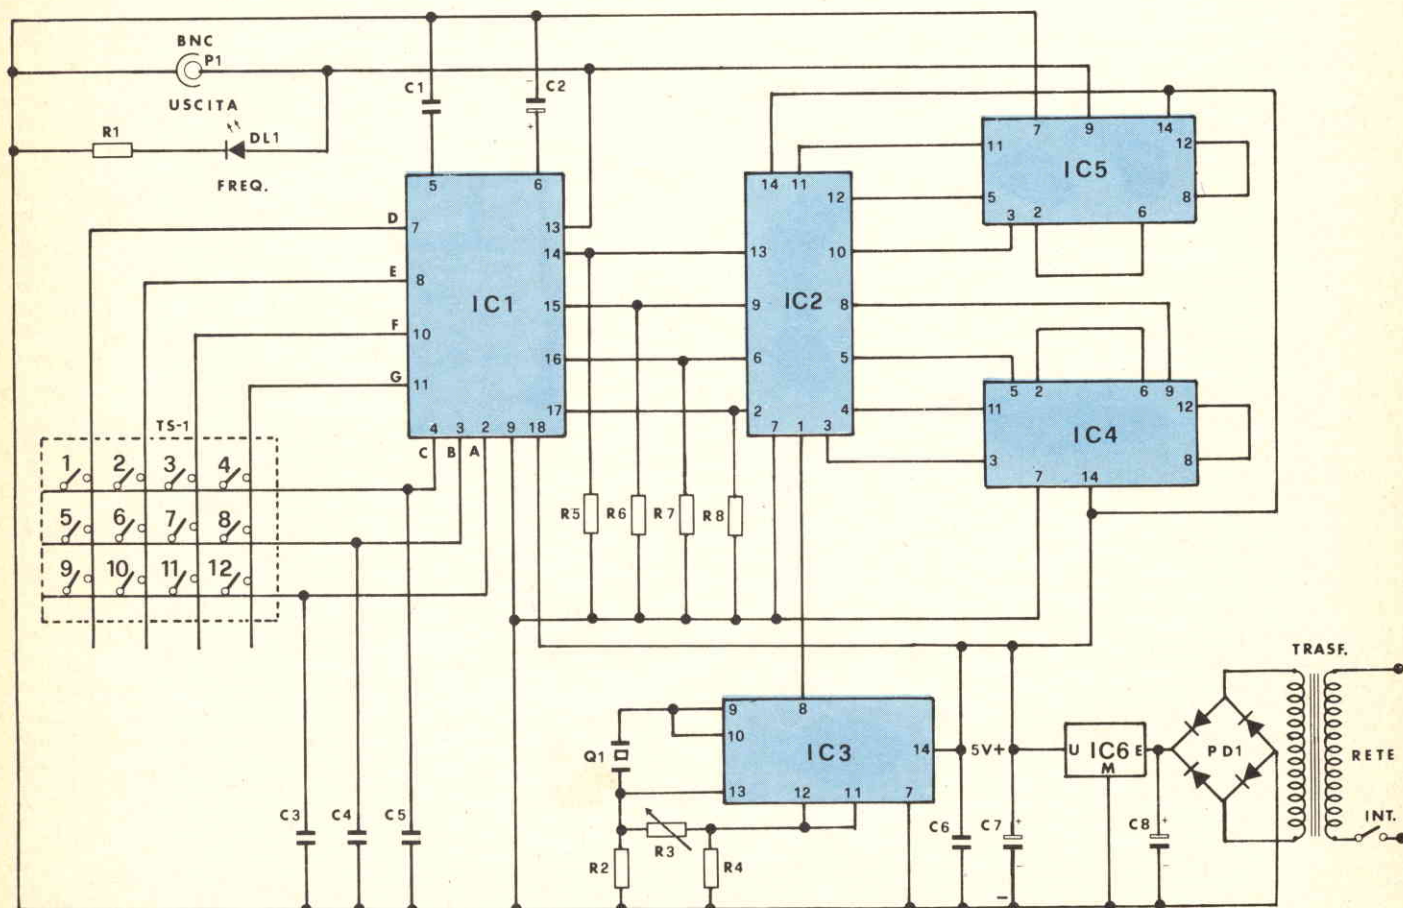

Fig. 2 - Circuito elettrico completo del divisore di frequenza digitale.
Il circuito elettrico dell'apparecchio è illustrato in fig. 2. Lo strumento è realizzato in tecnologia CMOS. Facendo riferimento alla fig. (2), osserviamo che la tastiera "TS-1" è del tipo ad incrocio, costituita da quattro colonne verticali e tre orizzontali; queste fanno capo al circuito integrato ("IC1" MM74C922), che è un divisore programmabile per "N".